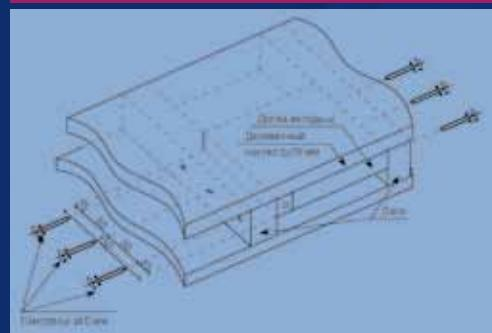

Рис.2
2. Установите фланец, совместив его центр с точкой отмеченной на основании. Отметьте на основании места расположения анкеров. (**См. Рис. 2**)